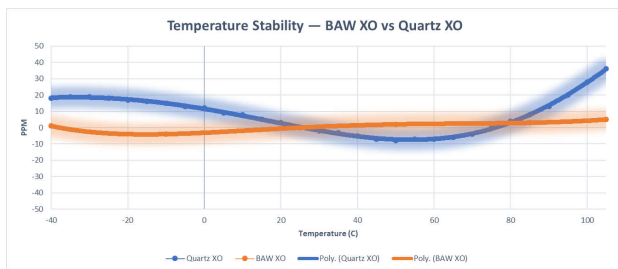

图 4. 温度稳定性 - BAW 振荡器对比石英振荡器
- **频率灵活性：**许多石英振荡器 (XO) 通过机械参数控制，一旦截止，就无法修改这些参数。BAW 振荡器能够通过 OTP 编程使用单个 IC 支持宽范围频率，从而减轻电源限制。
- **温度稳定性：**未经补偿的 XO 温度响应类似于具有较大 ppm 变化的抛物线曲线。BAW 在任意温度范围下均可保持 $\pm 10\text{ppm}$ 的温度稳定性 (图 4)。